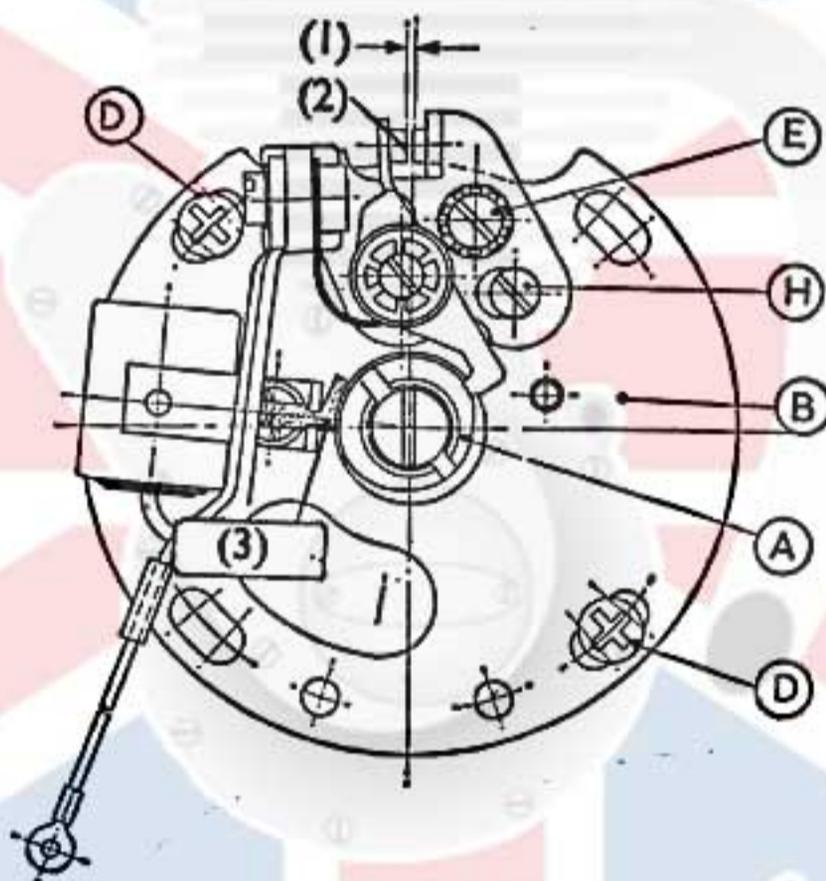

Fig. 9. Le rupteur (Bantams).
On accède au rupteur en retirant les vis (G) qui retiennent le couvercle (F) Fig. 9.
Faire tourner le moteur jusqu'à ce que les contacts soient complètement ouverts et insérer une cale. Dans cette position l'intervalle correct devrait être de 0,3 mm. Si cet intervalle n'est pas correct desserrer la vis (E) Fig. 9, et tourner l'axe excentrique (H) jusqu'à obtention de l'intervalle correct, ensuite resserrer la vis (E).